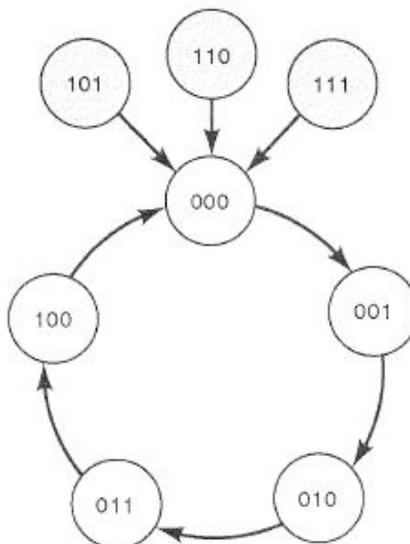

Figura 1
- 5) Elabore o circuito de um contador síncrono que execute a seguinte seqüência apresentada na Figura 1.